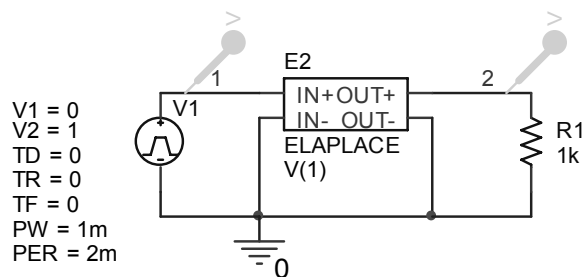

Figura 5.30
2. Într-un proiect nou, desenați schema din figura 5.30. Sursa ELAPLACE o luați din biblioteca ABM.